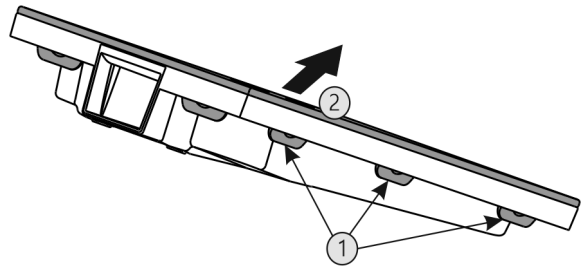

Fig. 38
- ▶ Alle lippen Fig. 38 (1) achtereenvolgens indrukken en de afdekking Fig. 38 (2) verwijderen.